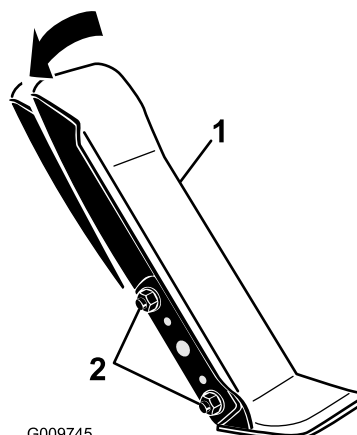

Рисунок 104
1. Ослабьте две гайки и болты крепления левой стороны педали управления тягой к кронштейну (Рисунок 104).
2. Поверните педаль под требуемым рабочим углом и затяните гайки (Рисунок 104).